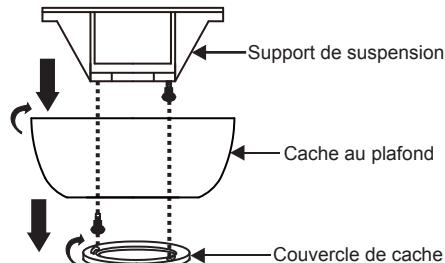

Fig. 5
Étape 1. Retirez le couvercle du fond du cache décoratif en le tournant dans le sens antihoraire.(Fig. 5)
Étape 2. Retirez le support de montage au plafond du cache en enlevant (mais en la conservant pour la suite) l'une des deux vis. Desserrez la vis restante d'un demi-tour. (Fig. 5)